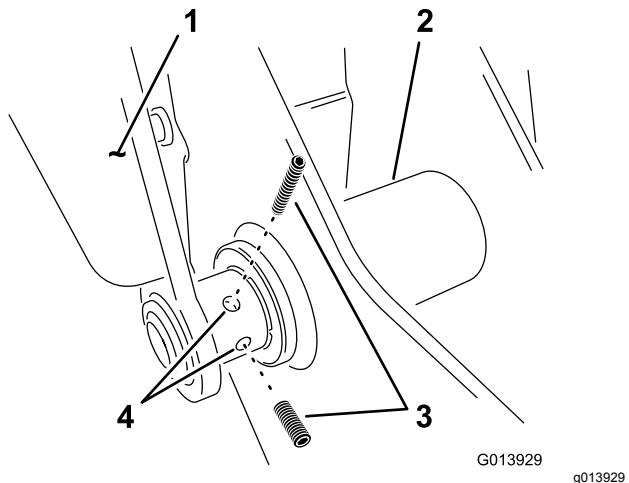

Figure 17
- Placez 2 vis de maintien sur le bras gauche au point d'articulation inférieur (Figure 17).